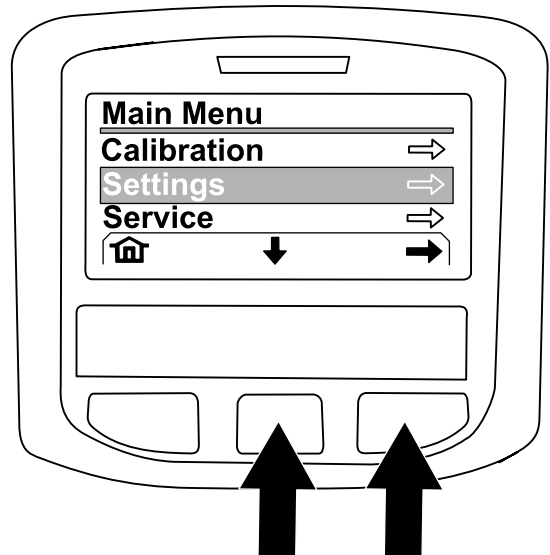

Bild 226
4. Drücken Sie auf dem Bildschirm HAUPTMENÜ die mittlere Taste, um auf die Option EINSTELLUNG zu navigieren; drücken Sie die rechte Taste, um die Option auszuwählen (Bild 226).